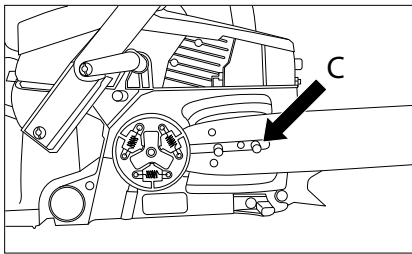

Рис. 6
4. Установите шину таким образом, чтобы прорезь шины совпадала с обоими болтами (С) (рис. 6).